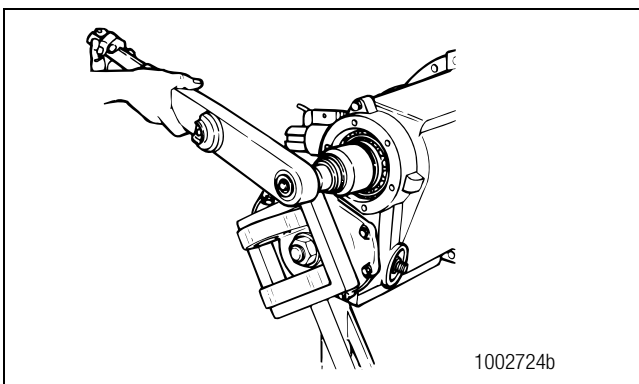

Figura 3.19
3. Use la herramienta correcta para sujetar el yugo o brida de impulsión. Afloje la tuerca del piñón de mando pero déjela en su sitio. Figura 3.19.